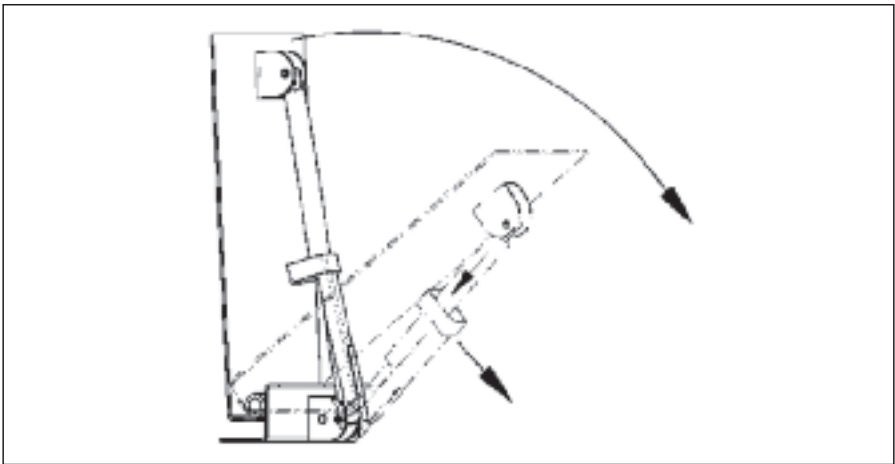

Abb. 1
3. Entriegeln Sie die Aufhaltevorrichtung gemäß Abb. 1 (**Vorsicht bei Lösung der Arretierung, es besteht Quetschgefahr!**).